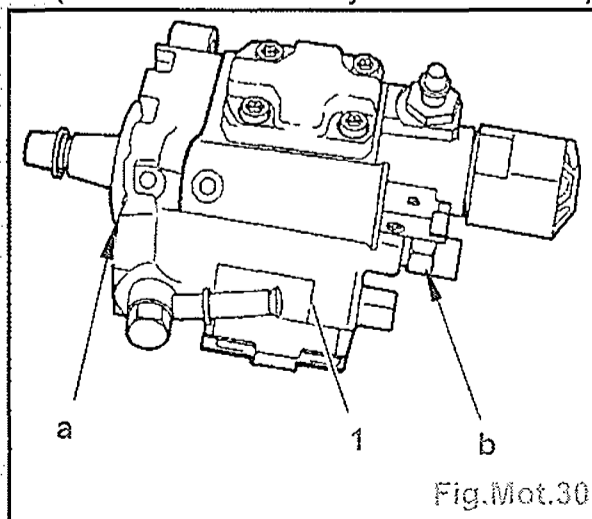

Fig.Mot.30
- Ne pas dissocier de la pompe haute pression carburant (1) les éléments suivants (Fig.Mot.30) :